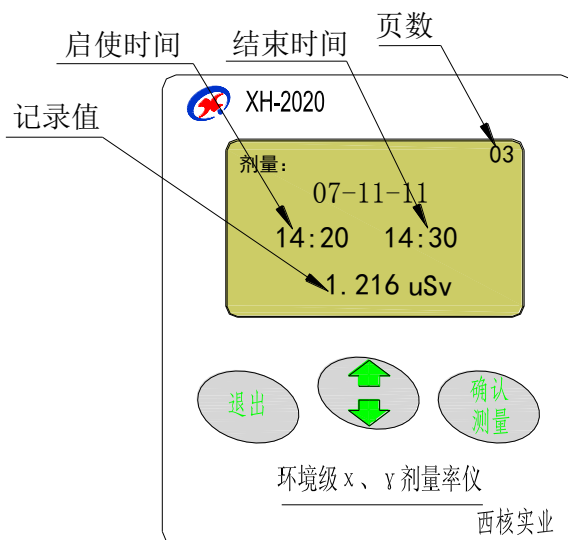

图 6
②、 剂量查询：仪器进入“记录查询”主菜单后用“上/下调节”键将光标调到“剂量记录”位置，按下“确认/测量”键仪器将进入剂量记录信息界面。(如图 6 所示)此时可按“上/下调节”键来翻页。
③、 峰值查询：仪器进入“记录查询”主菜单后用“上/下调节”键将光标调到“峰值记录”位置，按下“确认/测量”键仪器将进入剂量记录信息界面。此时可按“上/下调节”键来翻页。
④、 退出：查询完后按“退出”键仪器将退出此界面。